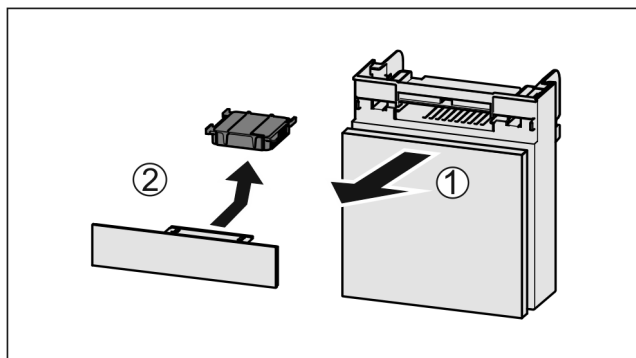

Fig. 199
- Vytiahnite zásuvku smerom dopredu Fig. 199 (1).
- Vyberte aktívny uhlíkový filter Fig. 199 (2).